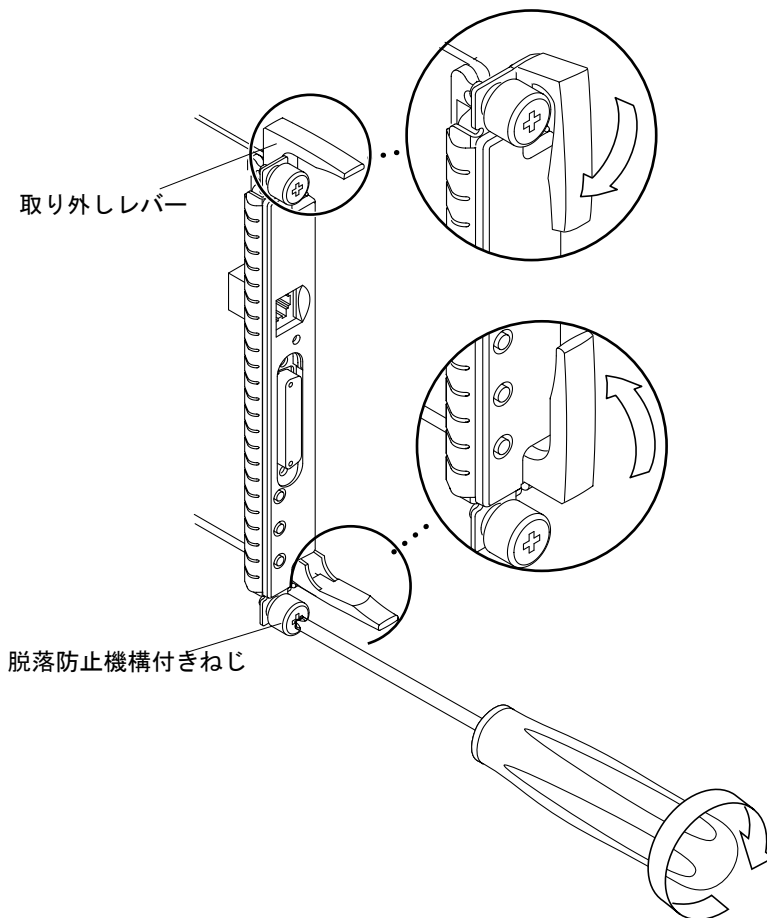

図 7-11 脱落防止機構付きねじの締め方および取り外しレバーのロック方法
5. ボードを完全にカードケージに挿入してから、ボードの取り外しレバーを両方同時に内側に倒します (図 7-11)。
6. プラスのねじ回し (Phillips の 2 番) で、2 本の脱落防止機構付きねじを締めます (図 7-11)。